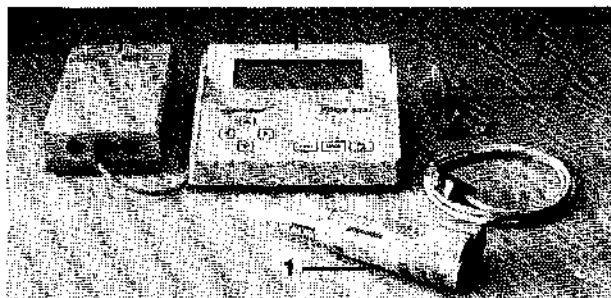

Abb. 1: EDOS
2.1 EDOS (Abb. 1 und 2))
Verbinden Sie Netzteil, Steuereinheit und Dosiergriff wie in Abb. 1. Stellen Sie dabei zunächst die Verbindung zwischen Dosiergriff und Steuereinheit her. Ein unbeabsichtigtes Lösen der Verbindungen können Sie verhindern, indem Sie die Stecker mit den Schrauben und der Schraubhülse sichern.